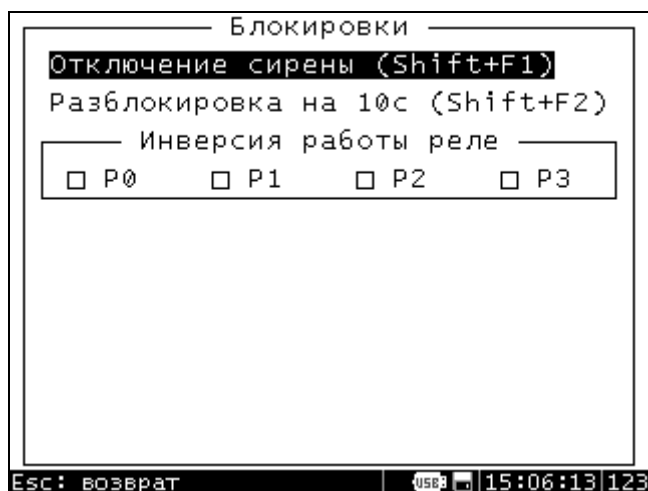

Рис. 15. Меню "Блокировки..."
2.4.3.5.2.3 "Блокировки...". Меню Блокировки (рис. 15), которое содержит следующие пункты: